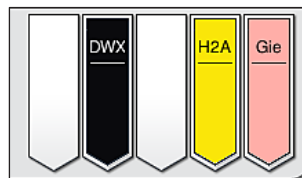

图 89
- 当玻片架完成染色过程后,它将被传输到卸载抽屉 (→“图 19-4”) 并置于可用的位置 (→“图 89”)。将通过信息消息和信号声通知用户。